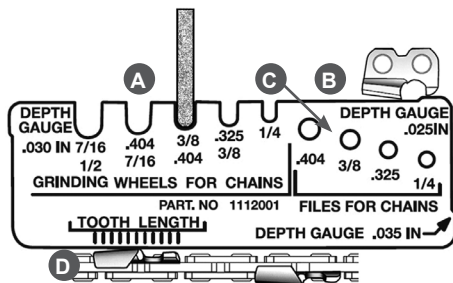

Рис. 23 Использование шаблона
1. Проверка профиля заточного диска («GRINDING WHEELS FOR CHAINS») (Рис. 23 п. А). На шаблоне также нанесена информация, для заточки пильных цепей с каким шагом может использоваться проверяемый заточный диск.
2. Проверка глубины резания («DEPTH GAUGE») (Рис. 23 п. В). Данный шаблон может использоваться при следующих значениях глубины резания пильной цепи:
3. Подбор диаметра круглого напильника для ручной заточки пильных цепей с разным шагом («FILES FOR CHAINS») (Рис. 23 п. С).
4. Определение длины верхней грани режущего зуба («TOOTH LENGTH») (Рис. 23 п. D). Цена деления данной измерительной шкалы – 2 мм.